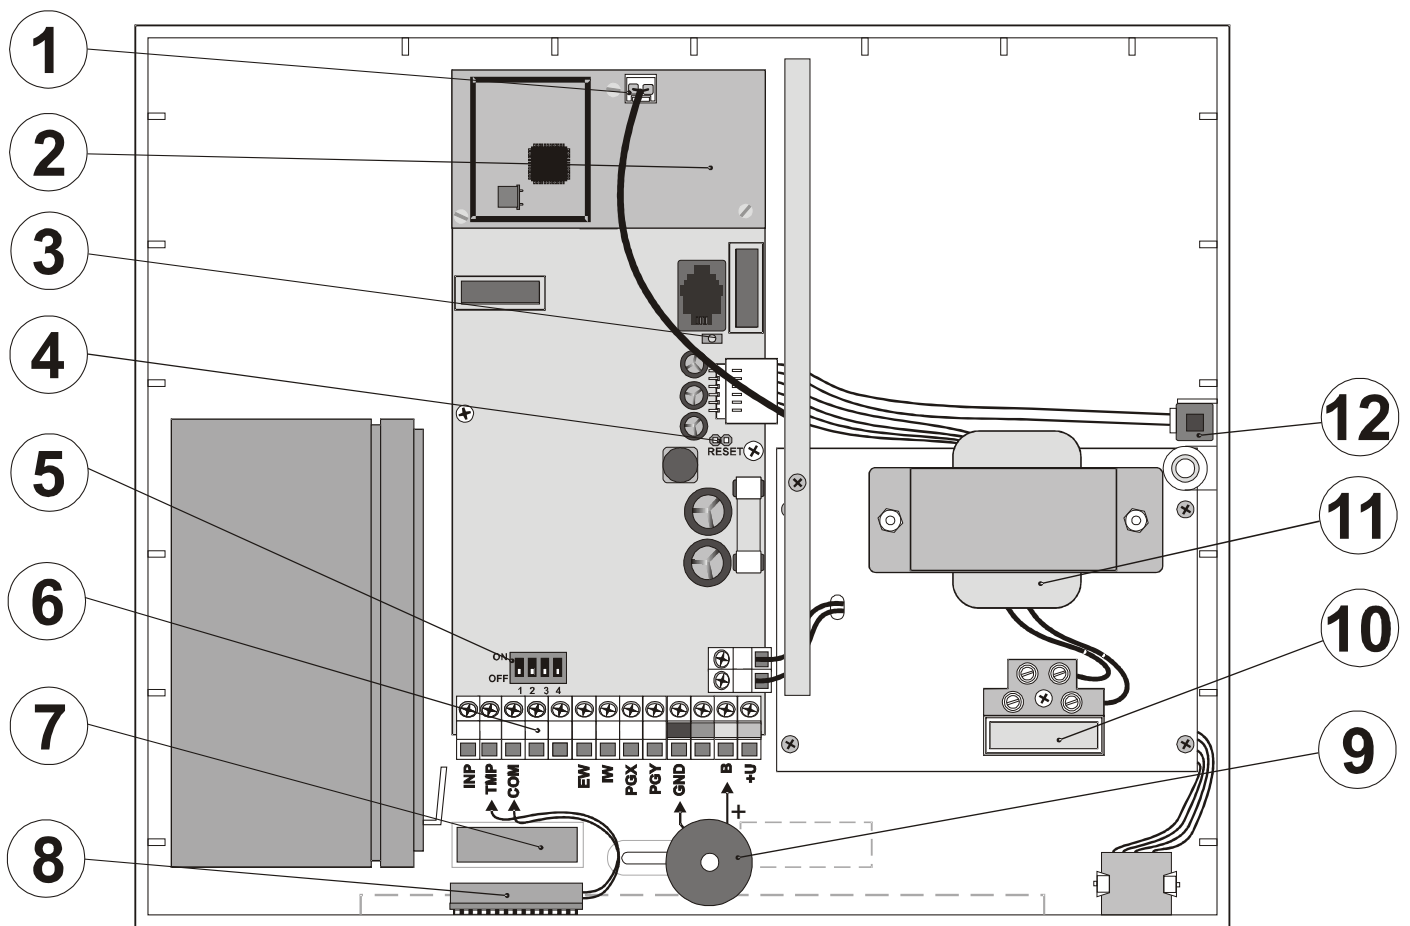

Abb. 1 Aufbau Repeatergehäuse
Entfernen Sie den akustischen Signalgeber für den normalen Betrieb, siehe Abb. 1 (9).
4. Befestigen Sie den Permanent-Kontaktmagnet auf der markierten Oberfläche, siehe Abb. 1 (7)..
6. Befestigen Sie den Magnetsensor (den zweiten Teil mit herausgeführten Leitern) auf der Innenseite des Gehäuses (der maximale Abstand vom Magnet beträgt 2 cm), siehe Abb. 1 (8)..
8. Schalten Sie den DIP2-Schalter in die Stellung ON (EIN), siehe Abb. 1 (5).